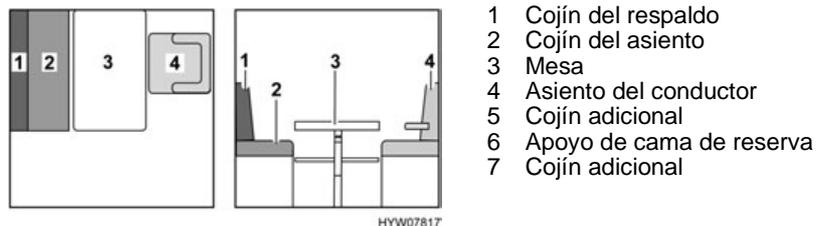

Fig. 125 Antes de la transformación
- Girar el asiento del conductor (Fig. 125,4) y empujarlo completamente hacia adelante.
- Transformar la mesa (Fig. 125,3) en base de cama (véase apartado 7.7).
- En caso de que el vehículo posea un apoyo de cama de reserva (Fig. 126,6), quitar el cojín del respaldo (Fig. 125,1) y el cojín del asiento (Fig. 125,2) y ponerlos a un lado.